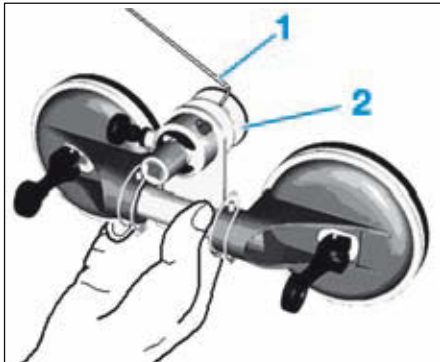

FIG.23
- Engager les extrémités de fil tranchant (3) dans l'enrouleur (4) (Fig.23).